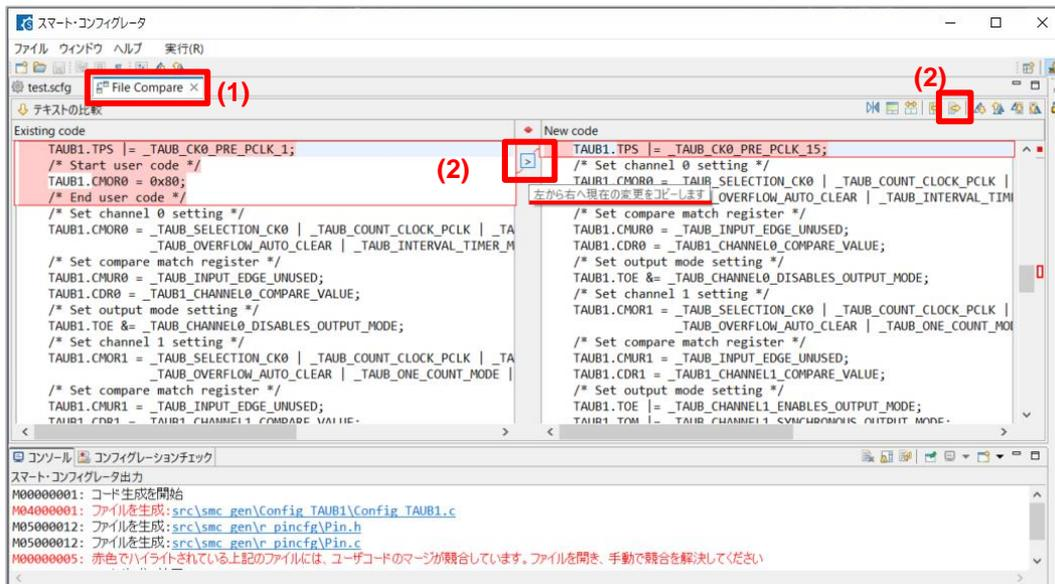

図 10-5 生成された競合コード
- (1) コンソールで競合しているファイルをクリックし、[File Compare]ビューを開きます。(図 10-5)
- (2) 「左から右へ現在の変更をコピー」をクリックします。(図 10-5)